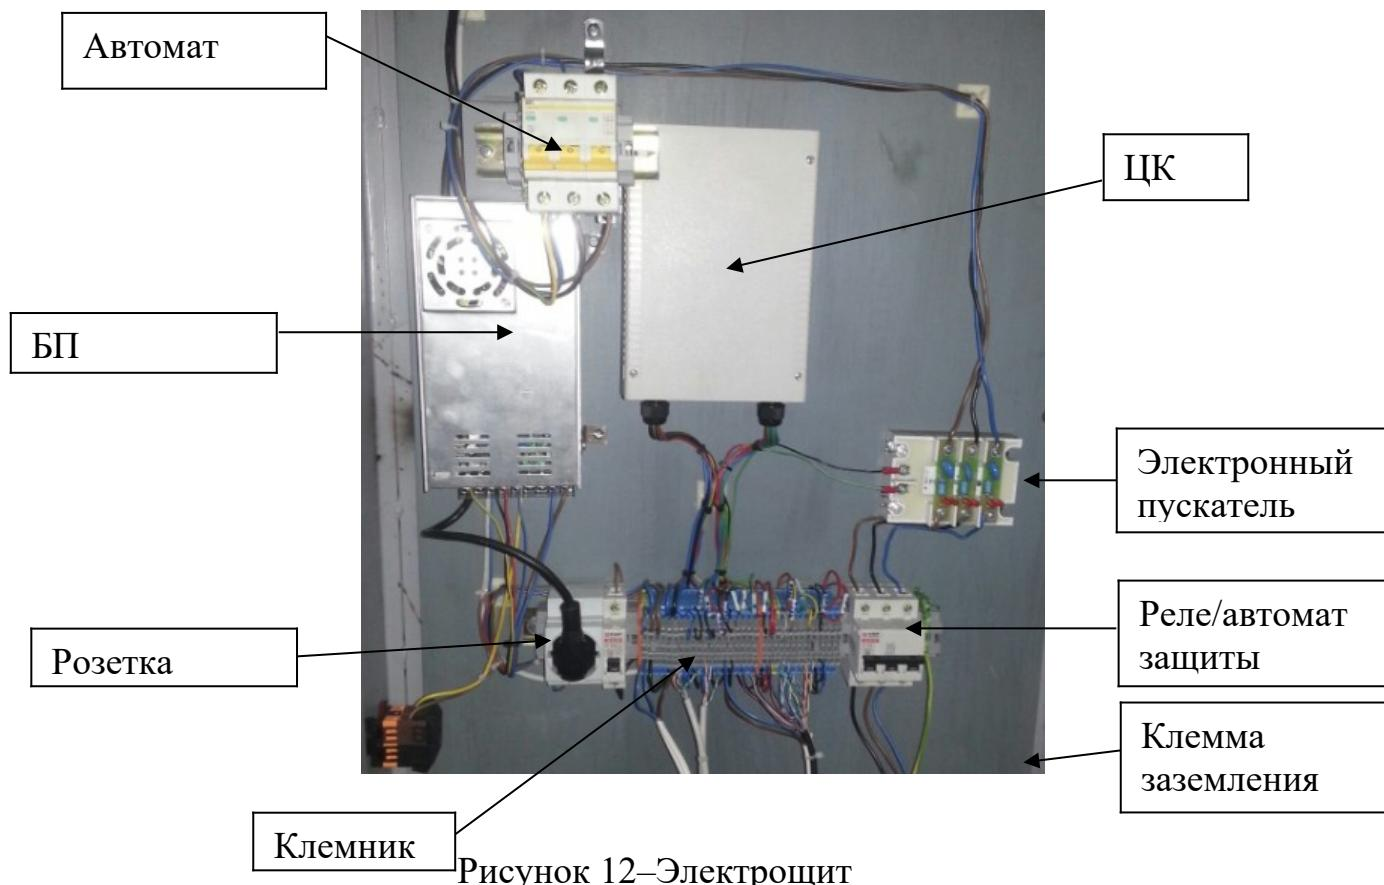

Рисунок 12—Электрощит
16.4 Автомат линии, блок питания МБ, устройство тепловой защиты, а также устройство управления БС и БИ, конструктивно установленные на электрощите (см. рисунок 12). С электрощита разведены провода ко всем устройствам линии.